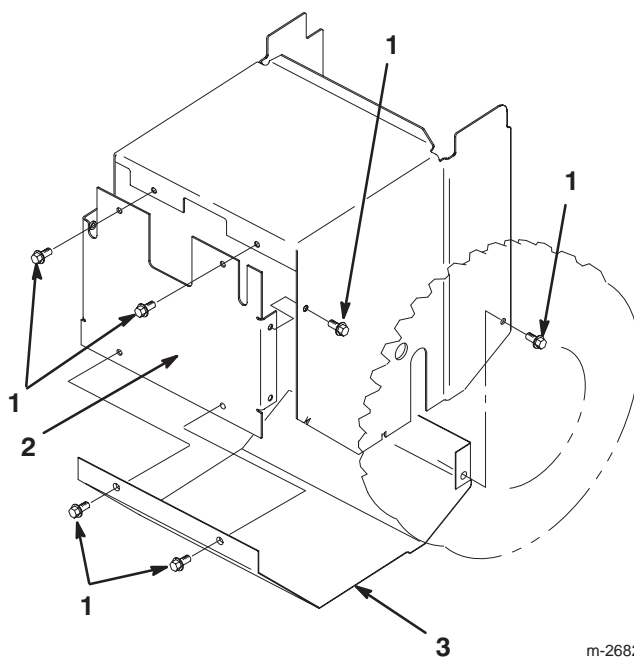

Figure 35
5. Enlevez les huit boulons de fixation des plaques de protection arrière et inférieure et déposez celles-ci (Fig. 35).